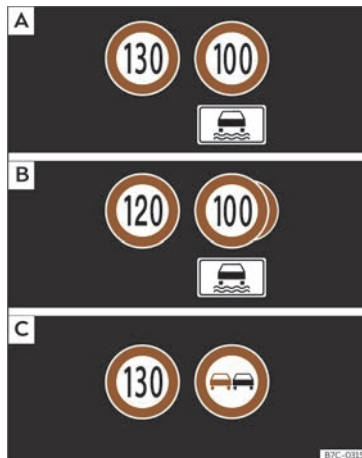

Abb. 6 Display im Kombi-Instrument: Beispiele für erkannte Geschwindigkeitsbeschränkungen oder Überholverbote mit ihren zugehörigen Zusatzzeichen.
Die vom System erkannten Verkehrszeichen werden am Display des Kombi-Instruments >>> (**Abb. 6**) und je nach installiertem Navigationssystem auch im Infotainment-System angezeigt.
Nach Überprüfung und Auswertung der Informationen der Kamera, des Infotainment-Systems sowie der aktuellen Fahrzeugdaten werden im System bis zu drei aktuelle Verkehrszeichen >>> **(Abb. 6)**  mit den entsprechenden Zusatzinformationen angezeigt.
- **Erste Stelle:** Das für den Fahrer gegenwärtig gültige Verkehrszeichen wird auf dem Display links angezeigt. Zum Beispiel die Geschwindigkeitsbegrenzung 130 km/h (100 mph) >>> **(Abb. 6)** .
- **Dritte Stelle:** Hier wird ein Überholverbotschild teilweise angezeigt. Wenn es ein gültiges Überholverbot gibt, aber kein damit verbundenes Geschwindigkeitsgebot, wird das Überholverbotschild an zweiter Stelle angezeigt >>> **(Abb. 6)** .